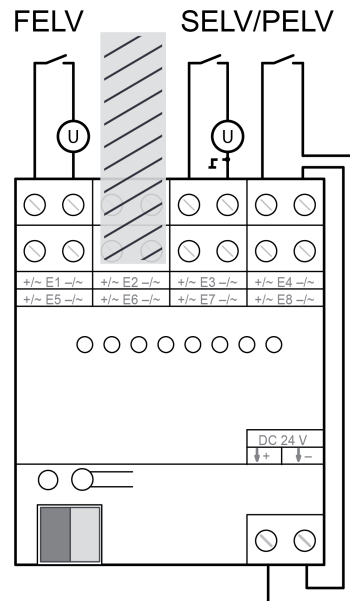

Bild 5: Anschlussbeispiel
- Zwischen den Eingängen, die mit SELV/PELV- und FELV-Stromkreisen beschaltet sind, zwei Eingänge ungenutzt lassen (Bild 5).